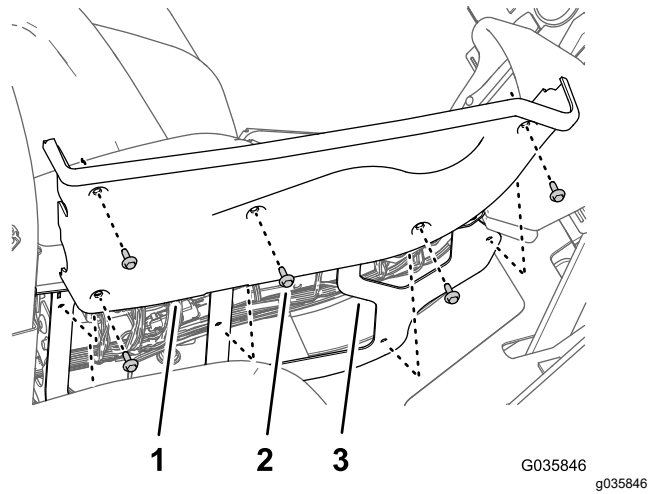

图 39
1. 卸下将右侧盖子固定至中央控制台的 5 个凸缘头螺栓 $\frac{1}{4} \times \frac{3}{4}$ 英寸图 39。
2. 从中央控制台面板上拆下左、右喷洒臂升降控制装置的摇臂开关图 39。
6. 将右侧盖子中的孔与中央控制台框架对齐图 39。
7. 使用您在步骤 1 中拆下的 5 个凸缘头螺栓 $\frac{1}{4} \times \frac{3}{4}$ 英寸将侧盖固定至中央控制台图 39。